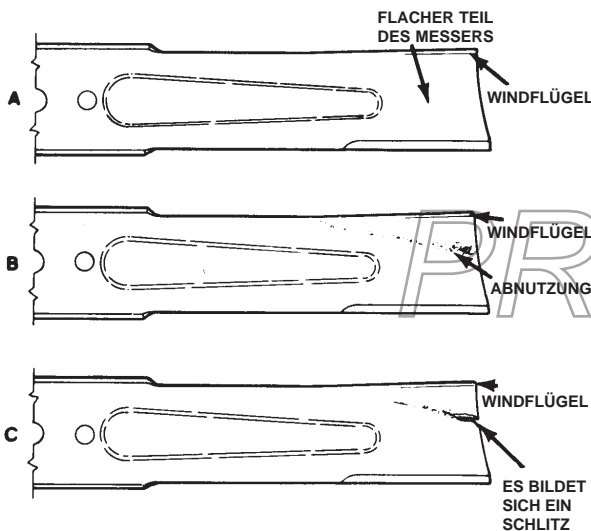

Bild 14
2. Prüfen Sie die Schnittkanten des Messers sorgfältig, insbesondere dort, wo die geraden Flächen die gebogenen berühren (Bild 14-A). Da Sand und anderes reibendes Material das Metall abschleifen kann, das die flachen mit den gebogenen Teilen verbindet, müssen Sie das Messer vor jedem Einsatz der Maschine kontrollieren. Tauschen Sie, wenn Sie einen Schlitz oder eine Abnutzung (Bild 14-B) feststellen, das Messer aus; siehe „Entfernen des Schnittmessers“ auf Seite 14.
Wenn sich das Messer abnutzen kann, bildet sich ein Schlitz zwischen dem Flügel und dem flachen Teil des Messers (Bild 14-C). Ein Stück des Messers kann dann abbrechen und unter dem Gehäuse ausgeschleudert werden. Dies kann schwere Verletzungen für Sie oder Unbeteiligte bedeuten.